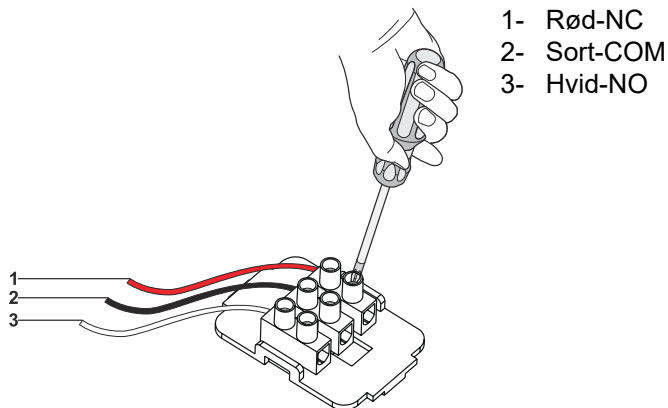

Fig. 18
- 1. ➤ NC / COM:** Når disse 2 forbindelser bruges og emhætten slukkes vil emhætten give det forbundene apparat konstant signal. (Fig. 18).